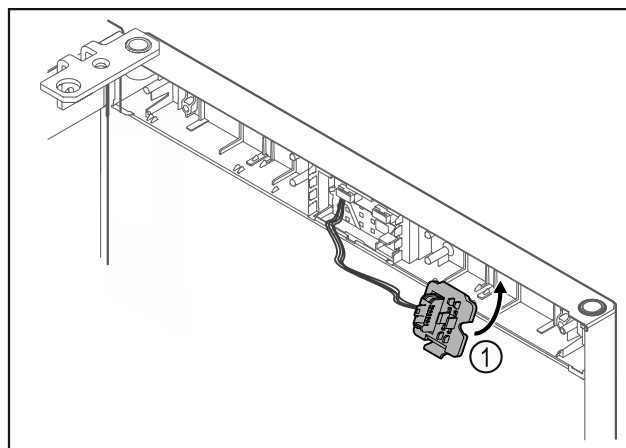

Fig. 22
- Steckerhouder Fig. 22 (1) aan tegenoverliggende zijde vergrendelen.